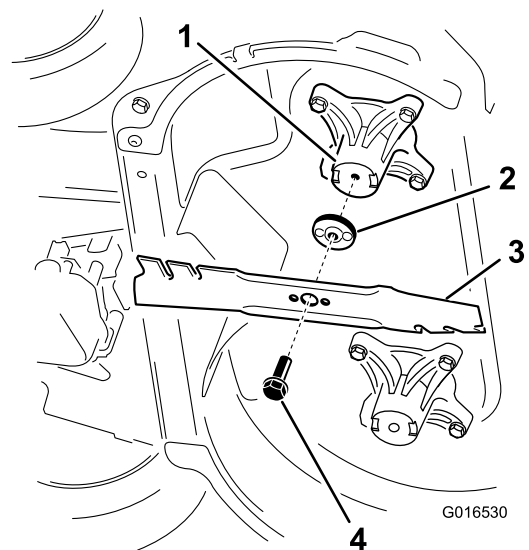

Figure 41
2. Déposez chaque lame comme montré à la Figure 41.
1. Posez la première lame de sorte qu'elle soit horizontale, avec toutes les fixations, comme montré à la Figure 41.